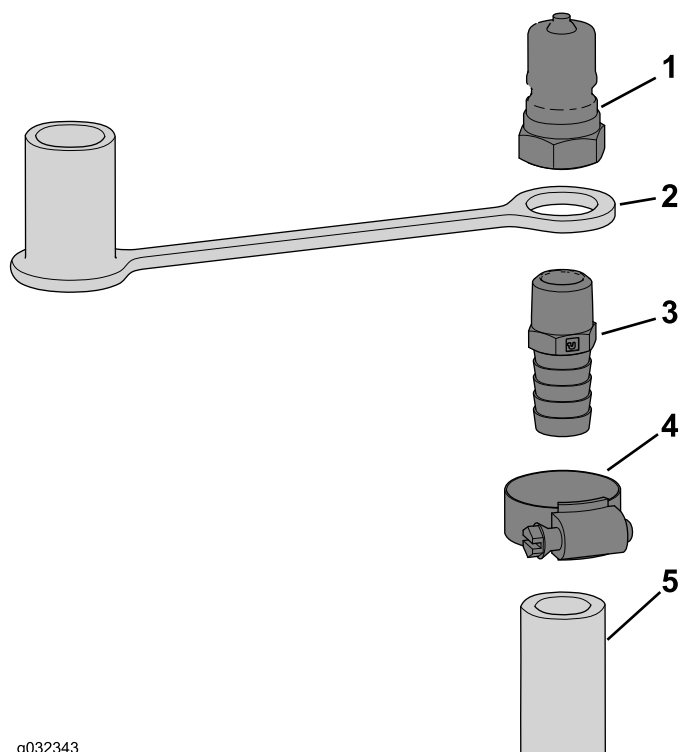

Рисунок 16
- Наденьте пылезащитный колпачок на резьбовой конец прямого штуцера, как показано на Рисунок 16.
- Наверните прямой штуцер на соединитель с наружной резьбой (Рисунок 16).
- Наденьте шланговый хомут на шланг (Рисунок 16).
- Вставьте конец типа «елочка» этого узла в шланг и закрепите шланговым хомутом, как показано на Рисунок 16.